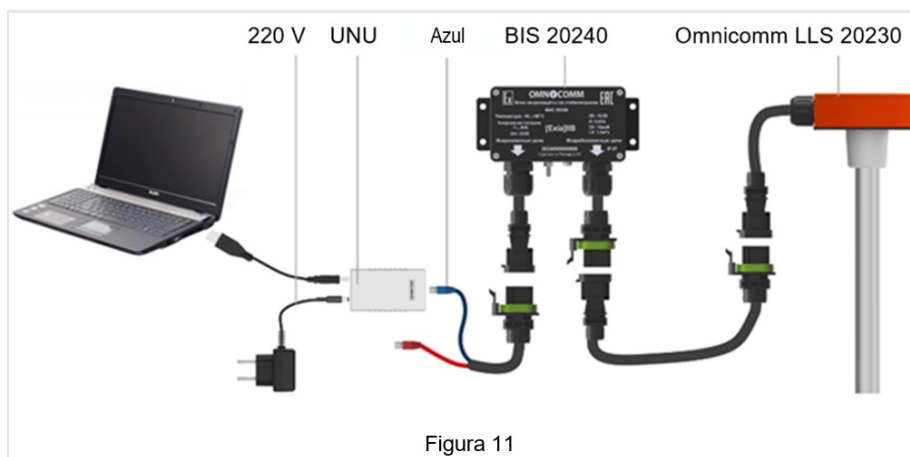
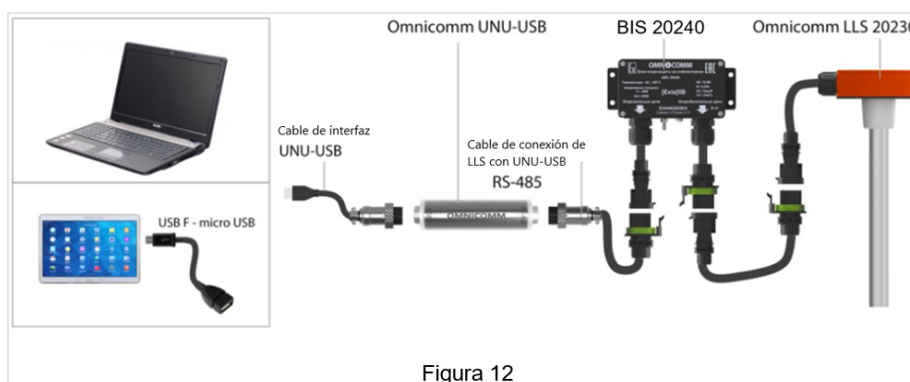

Figura 11
Figura 12
Conecte el producto al ordenador siguiendo el esquema de conexión (ver Apéndice E), usando la HERRAMIENTA REUTILIZABLE-UNU (Figura 11) o Omnicomm UNU-USB (Figura 12).
2. Conecte el sensor de nivel de combustible Omnicomm LLS a un ordenador o tableta con un dispositivo UNU o UNU-USB, como se ilustra en las Figuras (Figura 11, Figura 12)